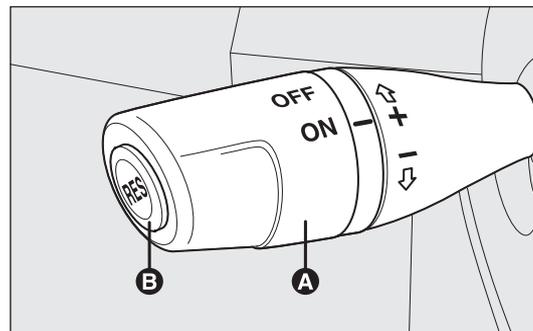

fig. 52
Tourner la bague A-fig. 52 en position ON.
- tourner la bague A-fig. 52 sur ON et en appuyant sur la pédale d'accélérateur, amener la voiture à la vitesse souhaitée ;
- appuyer sur le bouton RES B-fig. 52.
- en appuyant sur la pédale d'accélérateur ; dans ce cas, le système n'est pas désactivé effectivement mais la demande d'accélération est prioritaire sur le système ; le cruise control reste toutefois actif, sans qu'il soit nécessaire d'appuyer sur le bouton RES B-fig. 52 pour revenir aux conditions précédentes une fois l'accélération terminée.